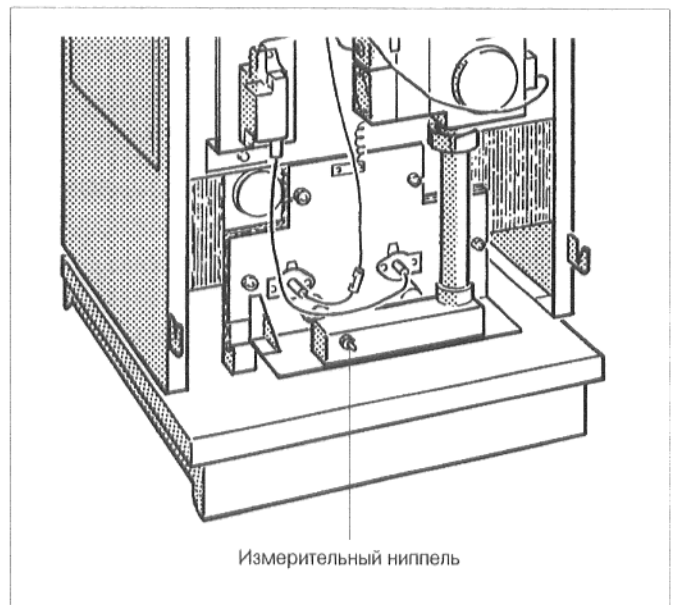

Рис. 33. Измерительный ниппель у газораспределительной трубы.
- ★ Открутить запорный винт измерительного ниппеля у газораспределительной трубы (рис. 33), примерно на 2 оборота и, надеть измерительный шланг манометра с U-образной трубой.